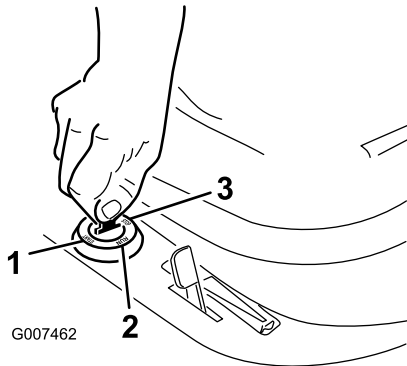

Bild 12
6. Drehen Sie den Zündschlüssel nach rechts und halten ihn auf Start (Bild 12). Lassen Sie den Schlüssel los, wenn der Motor anspringt.
2. Drehen Sie den Zündschlüssel auf Stopp“ (Bild 12).